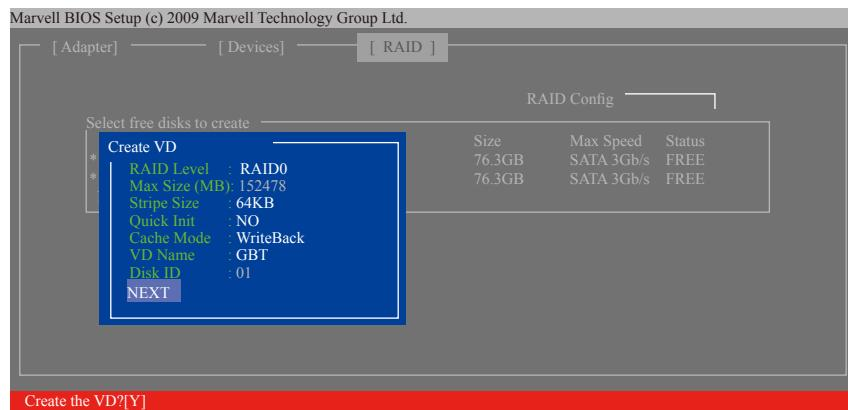

图8
6. NEXT：完成以上设定请至「NEXT」项目按<Enter>键。当确认信息出现时，确定制作磁盘阵列请按<Y>，取消请按<N> (图8)。